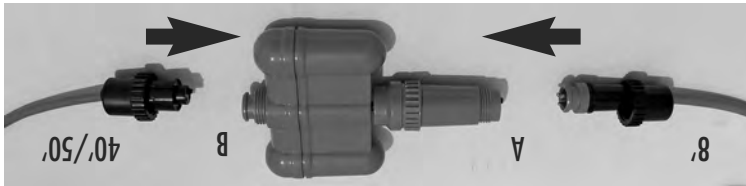

FIGURE S5
2) Insérez la fiche noire du câble long (40' ou 50' / 12,2 ou 15,2m) dans l'extrémité la plus large du raccord flottant (B), comme montré sur la Figure S5 et assurez-vous que les broches sont correctement alignées. Pressez fermement afin d'assurer une connexion solide.
4) Insérez la fiche bleue du câble court (8'/2,4m du nettoyeur au raccord) dans la petite extrémité du raccord flottant comme montré sur la Figure S5 et assurez-vous que le joint d'étanchéité est placé correctement dans la connexion du raccord et que les broches sont bien alignées. Pressez fermement afin d'assurer une connexion solide.